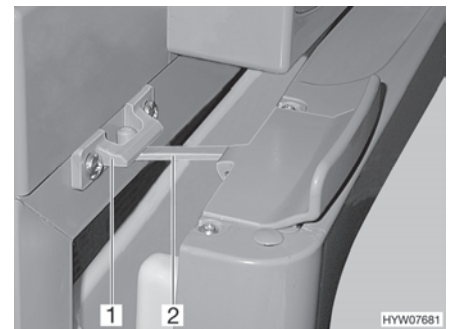

Bild 139 Kylskåpsdörr i ventilationsläge (Thetford)
- För upp låset (Bild 139,2) och haka fast det i låsfästet (Bild 139,1). Därvid stannar kylskåpsdörren i öppet läge.